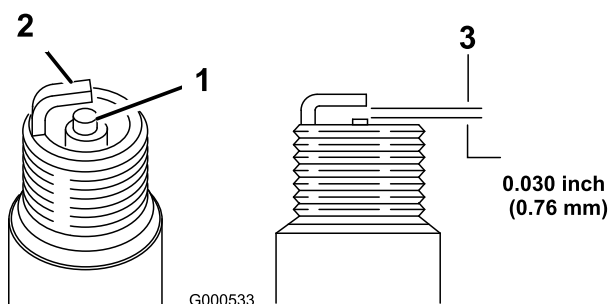

Figure 44
1. Examinez le centre des bougies (Figure 44). Si le bec de l'isolateur est recouvert d'un léger dépôt gris ou brun, le moteur fonctionne correctement. S'il est couvert d'un dépôt noir, c'est généralement signe que le filtre à air est encrassé.
2. Contrôlez l'écartement entre l'électrode centrale et l'électrode latérale (Figure 44). Courbez l'électrode latérale (Figure 44) si l'écartement est incorrect.